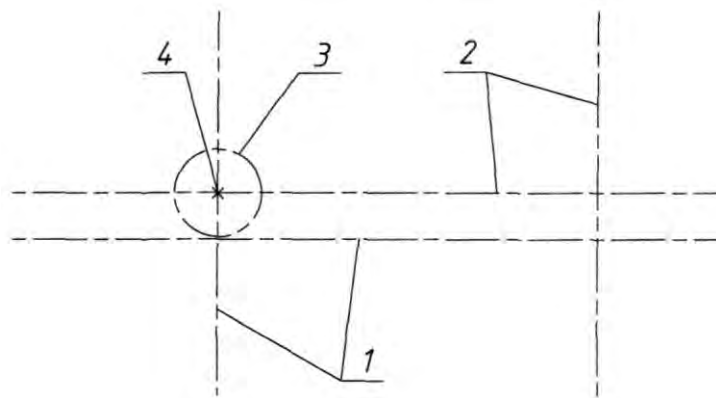

Рис. 8.2
- За допомогою команди XLINE креслимо осьові лінії 1 (Рис. 8.2).